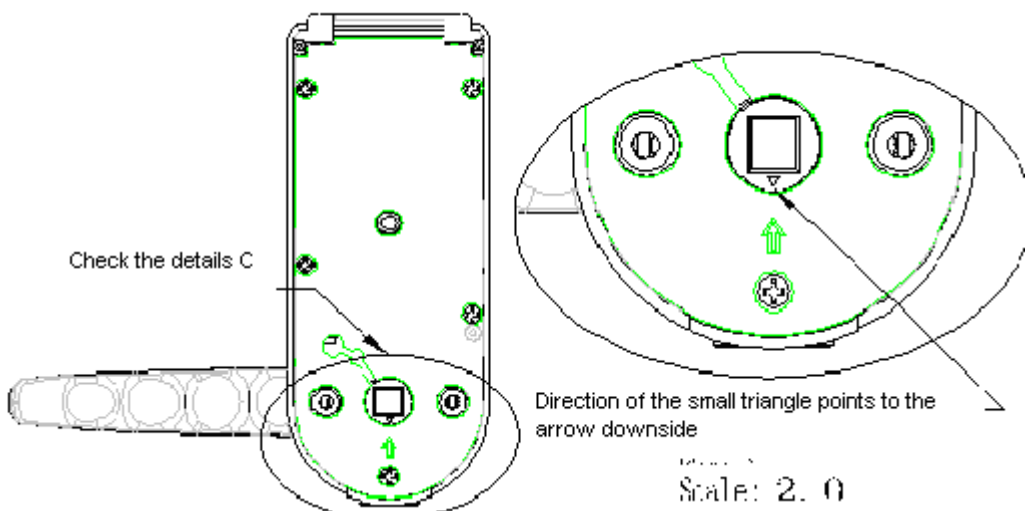

Imagen 2.4.15
3. Antes de la instalación del panel frontal, por favor revisar si la pequeña flecha debajo del orificio del eje del picaporte quede apuntando hacia abajo, como muestra la imagen 2.4.15.